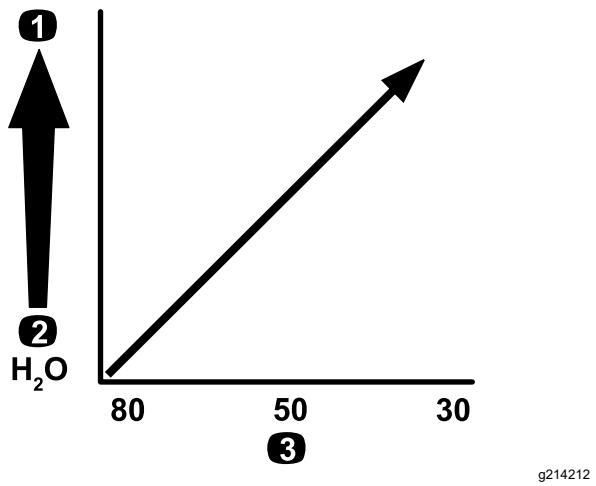

Bild 61
**Wichtig:** Wenn Sie Chemikalien mit höherer Viskosität (dicker) oder Lösungen mit benetzbarem Pulver versprühen, müssen Sie u. U. ein Sieb mit größeren Maschen für den optionalen Saugfilter verwenden; siehe Bild 61.